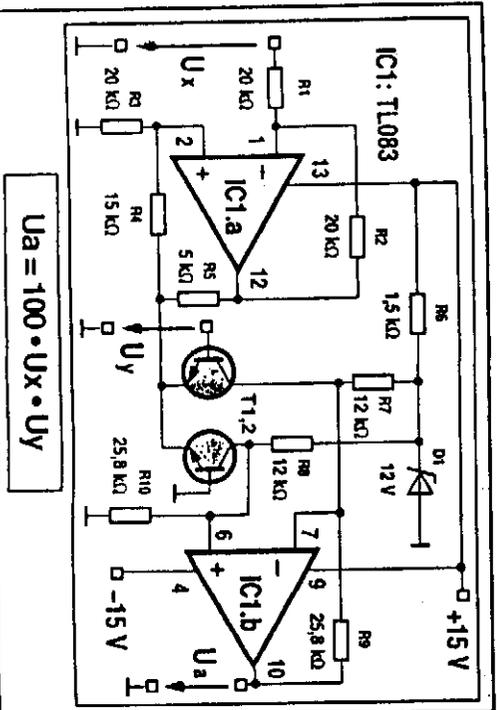

Bild 96: Bei diesem Analog-Multiplizierer müssen  $R_7$  und  $R_8$  sehr genau übereinstimmen (besser als 0,1 %).
■ Der zugrunde liegende Zusammenhang von  $U_a/U_e$  gilt nur für Kleinsignalansteuerung und ist von der absoluten Temperatur in Kelvin abhängig ( $24^\circ\text{C} = 297 \text{ K}$ ). Dann aber läßt sich diese Schaltung über sechs Dekaden einsetzen, dh. für  $U_e = 10 \mu\text{V} \dots 10 \text{ V}$ , wobei sich eine Ausgangsspannung  $U_a = \pm 10 \text{ V}$  einstellt. Der Multiplizierer von Bild 96 ist ganz ähnlich aufgebaut. Der erste OpAmp  $IC1.a$  arbeitet als steuerbarer Stromquelle (Einganggröße  $U_x$ ), dessen Ausgangsstrom im Differenzverstärker  $T_1/T_2$  multipliziert wird (über  $U_y$ ).  $IC1.b$  dient dann nur noch als Verstärker für die Differenzspannung an  $R_7/R_8$ . Für einen sorgfältigen Offset-Abgleich sollte die  $T_2$ -Basis über ein Netzwerk an Masse liegen wie es Bild 52 zeigt.
Der in Bild 96 gezeigte Multiplizierer verknüpft also die beiden Spannungen  $U_x$  und  $U_y$  miteinander, unabhängig davon multipliziert IC1 b die Differenzspannung an R7/R8.